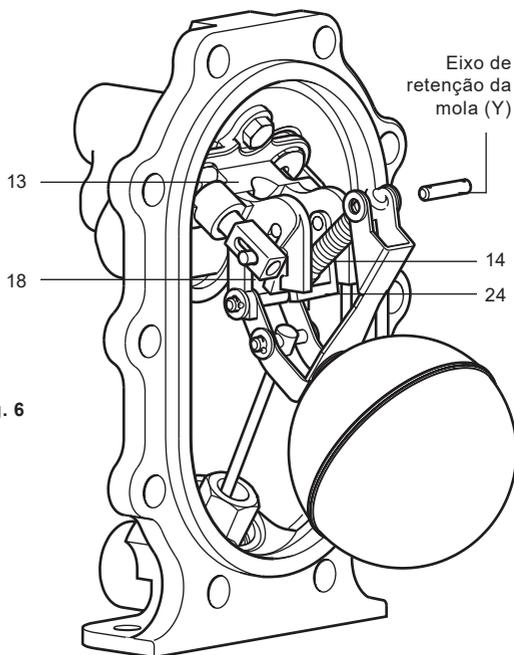

Fig. 6
3. Remova o pino bipartido e a arruela de um lado do eixo de retenção da mola (Y) e remova-o com cuidado. (Ver Fig. 6).